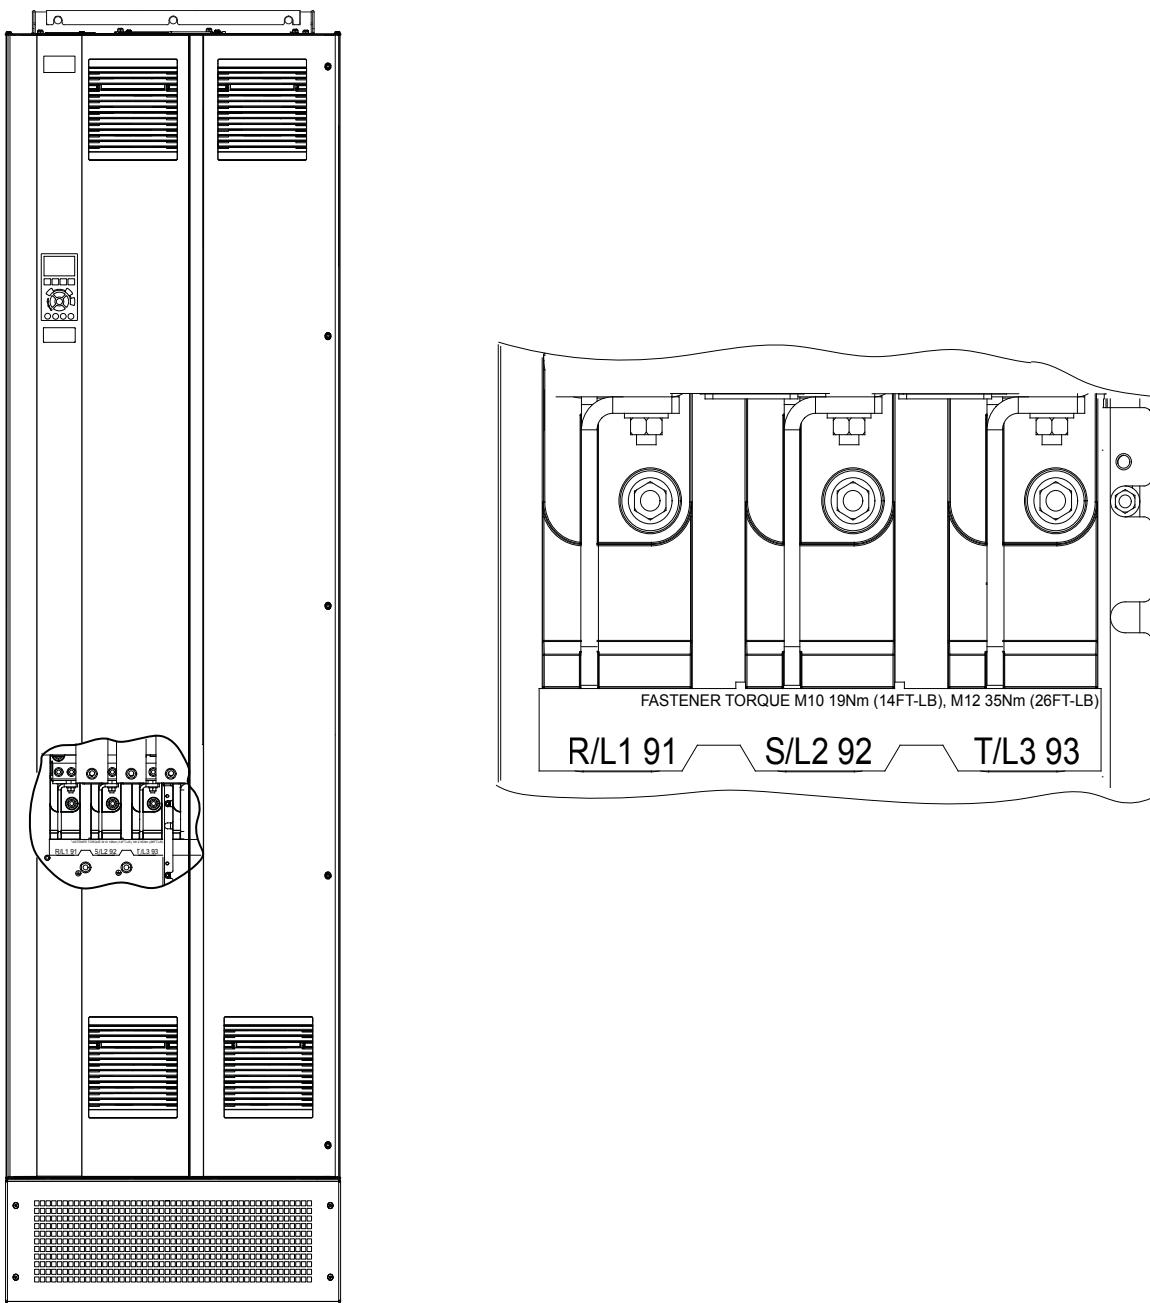

图 5.4 交流主电源端子（所示为 E1h）。有关端子的详细视图，请参考章 5.7 端子尺寸
4. 将三相交流输入电源线路连接到端子 R、S 和 T 上 (请参阅图 5.4)。